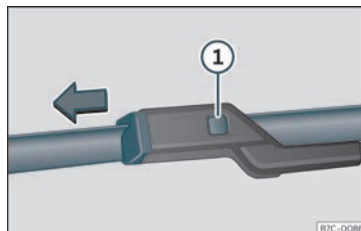

Fig. 36 Substituição das escovas do limpador para-brisas.
- Mantenha pressionado o botão de desbloqueio » Fig. 36 ❶ puxando ligeiramente pela escova no sentido da seta.